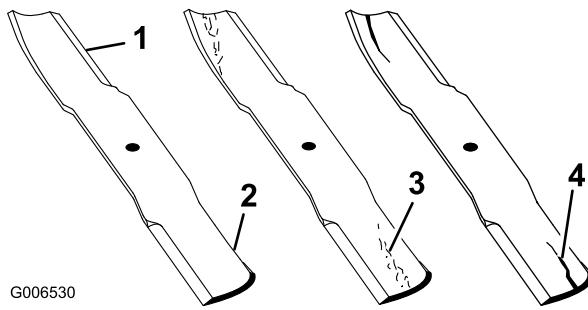

Figura 49
1. Inspeccione as extremidades de corte (Figura 49).
2. Inspeccione as lâminas, especialmente a área em curva (Figura 49).
Nota: Se verificar quaisquer danos, desgaste, ou a formação de ranhuras nesta área (ítem 3 em Figura 49), instale imediatamente uma lâmina nova.